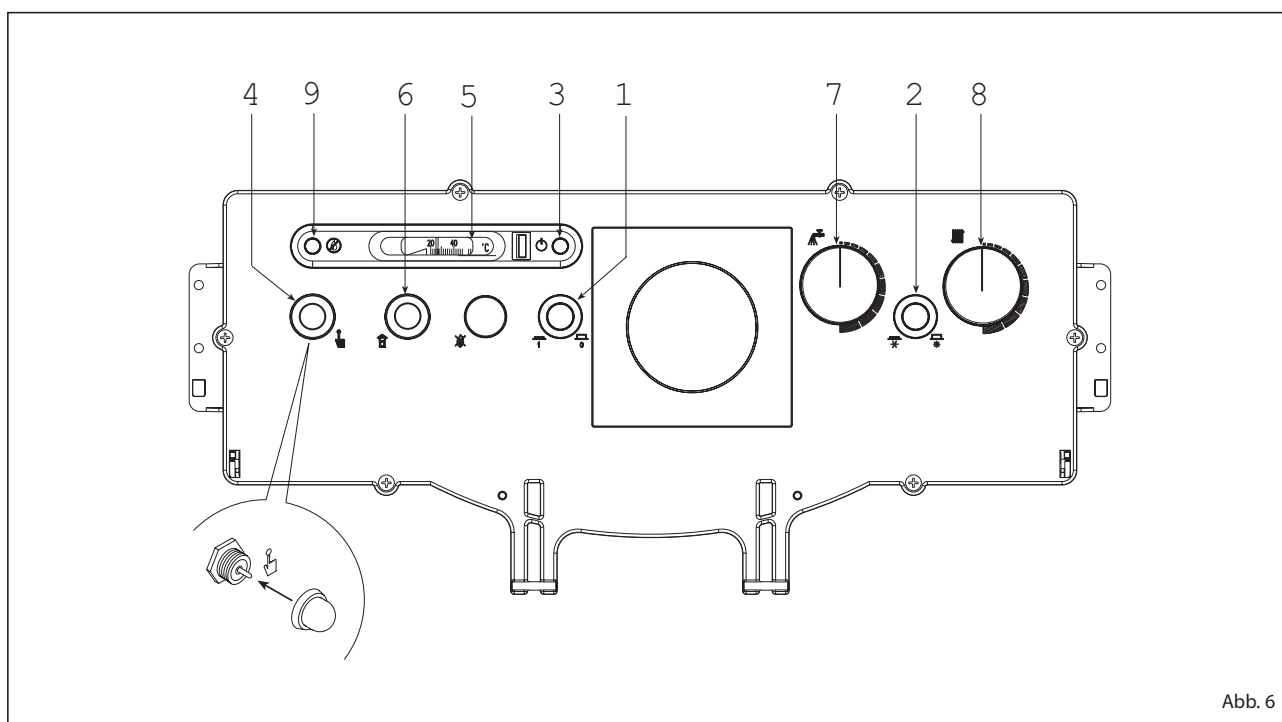

Abb. 6
3.2.1 Einschalten des Heizkessels (Abb. 6)
3.2.2 Sicherheitsthermostat (Abb. 6)
3.2.3 Füllen der Anlage (Abb. 6)
3.2.4 Ausschalten des Heizkessels (Abb. 6)